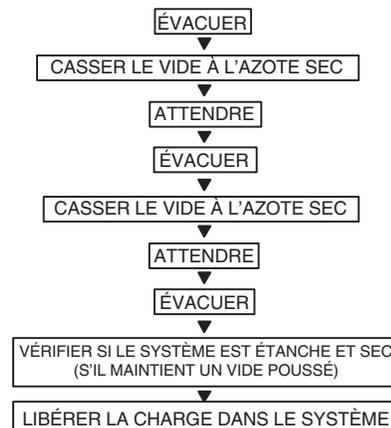

Fig. 19 — Méthode de triple évacuation
Consultez la figure 19 et procédez comme suit :
5. Répétez cette procédure comme indiqué à la figure 19. Le système sera ensuite exempt de contaminants et de vapeur d'eau.